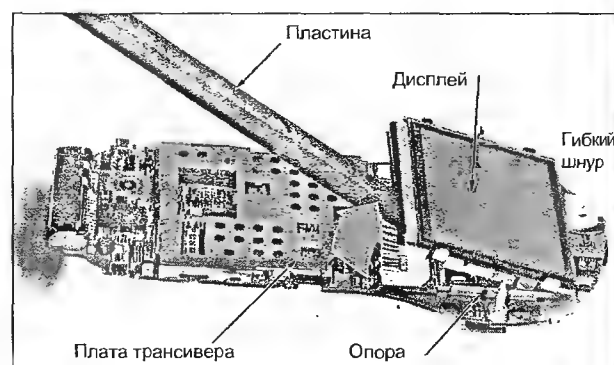

Рис. 4.15
- для замены модуля дисплея вначале вынимают из соединителя гибкий шлейф (рис. 4.15) из соединителя на плате трансивера, затем сжимают защелки на ЖК модуле и снимают его с платы трансивера.